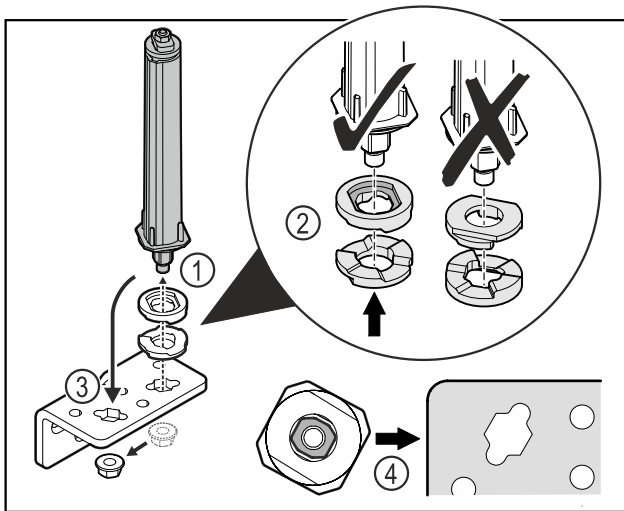

Fig. 39
- ▶ Moer losmaken en deursluitstelsysteem verwijderen Fig. 39 (1).
- ▶ De correcte uitlijning van de hoogte-instelschijven in acht nemen Fig. 39 (2).
- ▶ Deursluitstelsysteem in de scharnierhoek verplaatsen en met de moer vastzetten Fig. 39 (3).
- ▶ Bij het plaatsen de correcte uitlijning van het deursluitstelsysteem in acht nemen Fig. 39 (4).